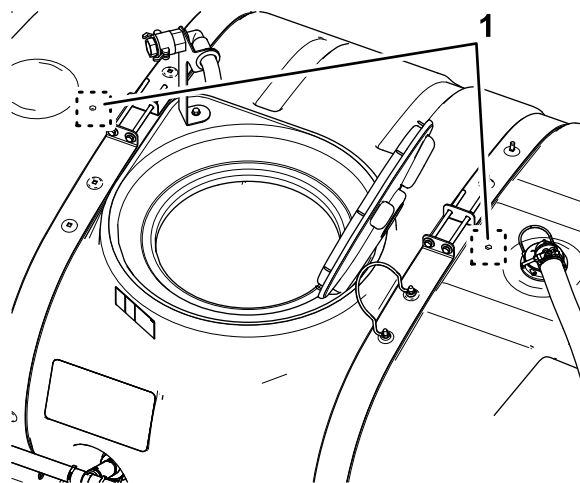

Figura 17
2. Individuate i 2 segni di foratura sul serbatoio principale (Figura 17).